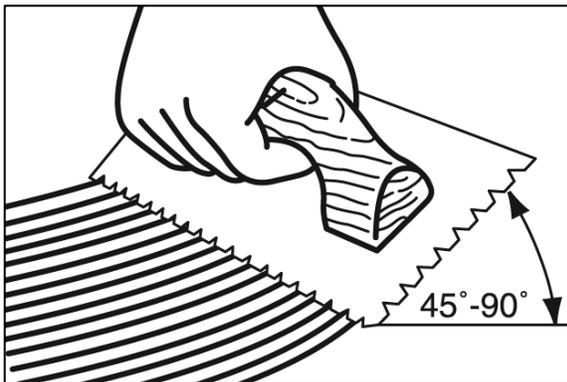

Figure 9
- Appliquez fermement une truelle dans un angle minimal de 45° (**Figure 9**) sur le sous-plancher pour obtenir un taux d'étalement de 40 à 60 pi² (4 à 5,5 m²) par gallon. La truelle dessinera des sillons d'adhésif comportant très peu d'adhésif entre chaque sillon. Cette méthode vous permettra de voir les lignes de craie entre les sillons et vous donnera le taux d'étalement recommandé;